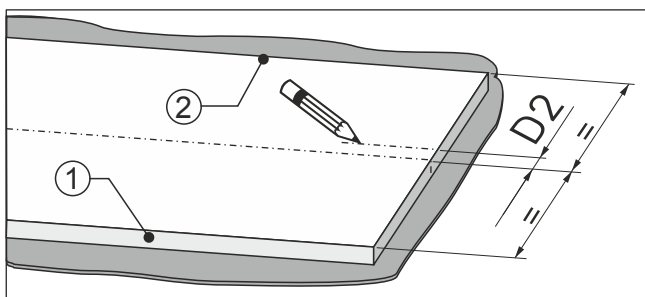

Fig. 93
- ▶ Izmjerite od središta fronte namještaja dimenziju Fig. 93 (D2) prema strani graničnika vrata Fig. 93 (2).